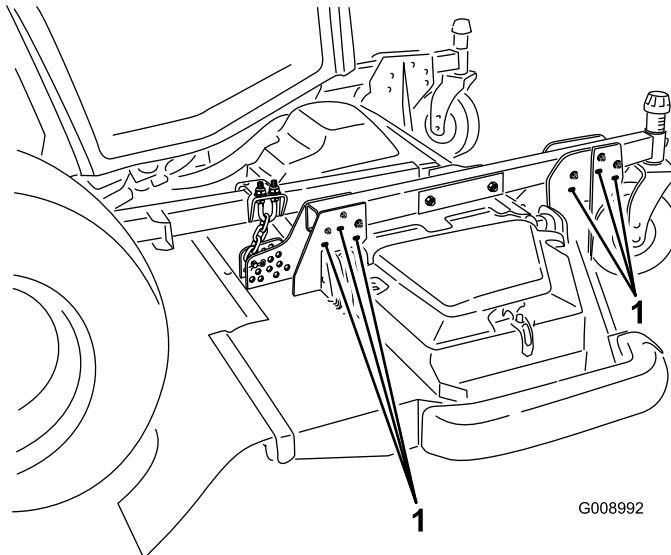

Figure 27
- Pour obtenir des hauteurs de coupe de 102 à 153 mm, enlevez les boulons qui fixent les supports du plateau aux bras de pivot de hauteur de coupe, puis remontez les supports du plateau dans les trous inférieurs (Figure 27).